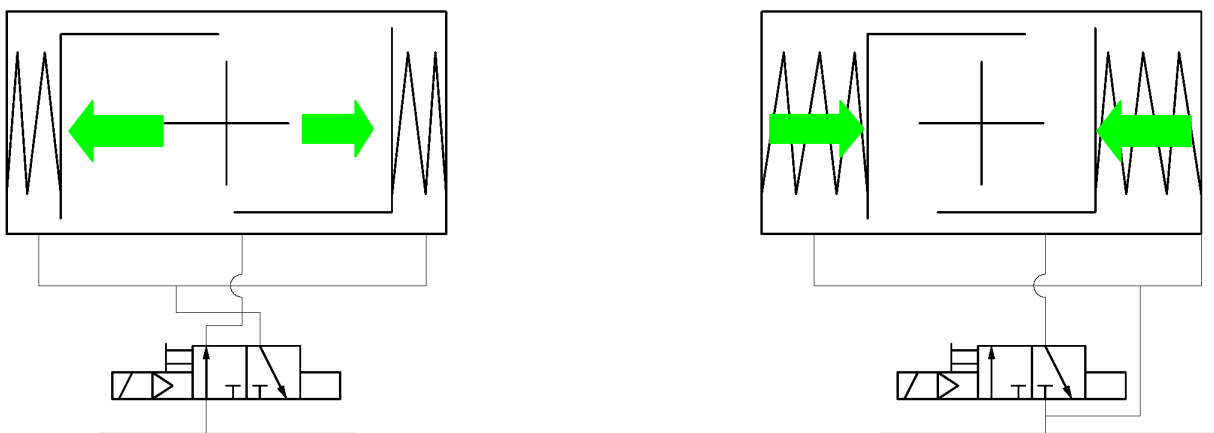

Imagen 2: Esquemas de conexiones para actuadores de simple efecto EB SYS
▶ para actuadores de simple efecto con reposición del muelle Ebx.1 SYS en la imagen 2. Véanse las indicaciones adicionales en las instrucciones de la válvula magnética.
Actuadores con reajuste del muelle solamente se deben suministrar a través de la **conexión izquierda**, véase la imagen 2